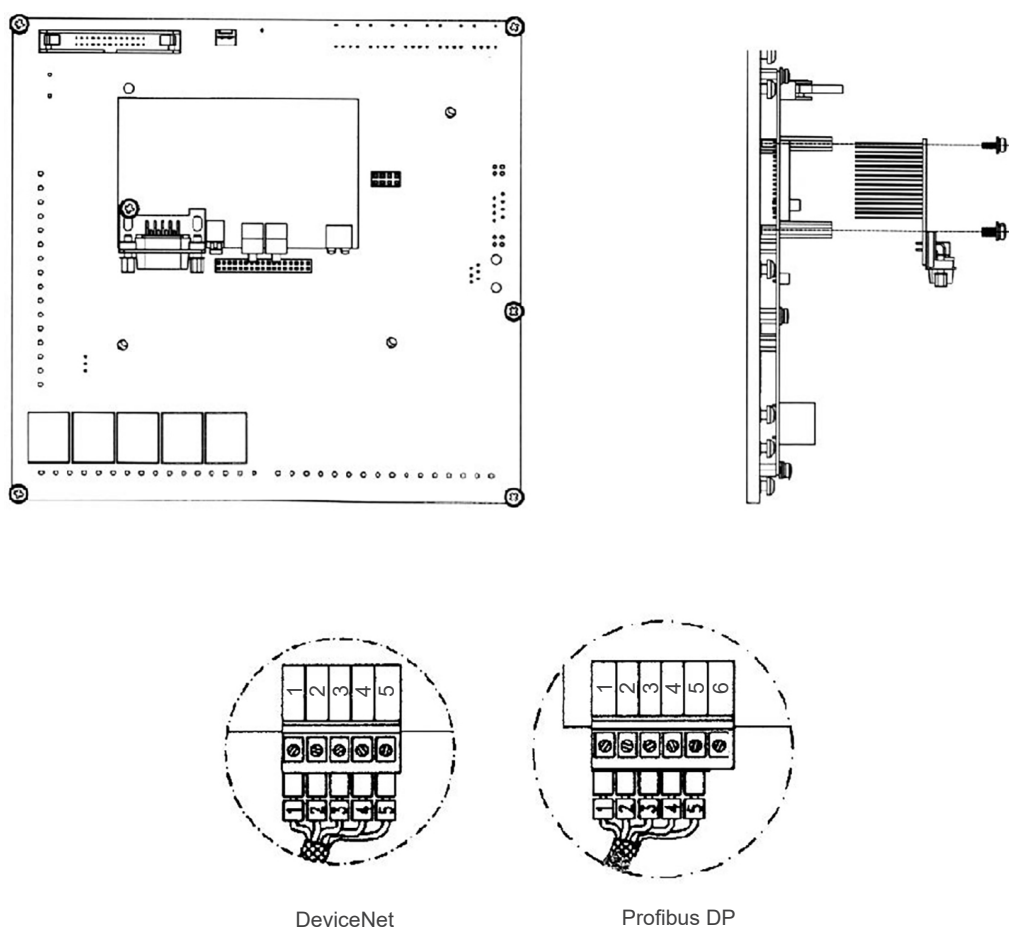

Figura 9.1: Instalación de la tarjeta electrónica del Fieldbus
3. Encajar con cuidado el conector barra de terminales de la tarjeta electrónica del fieldbus en el conector hembra XC140 de la tarjeta de control MVC4. Verificar la exacta coincidencia de todos los terminales del conector XC140, conforme Figura 9.1 en la página 9-3.